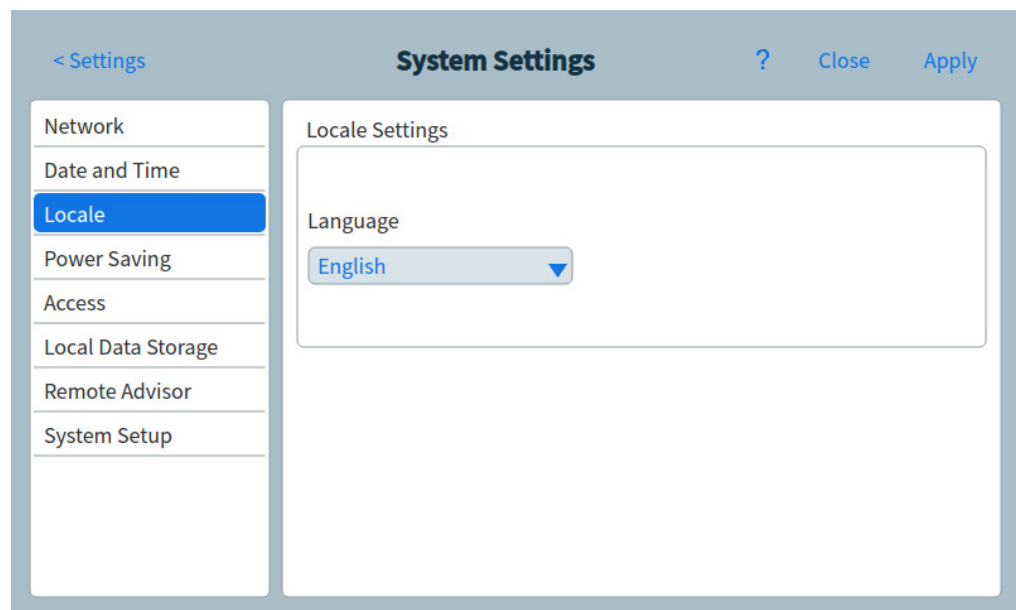

Figure 43 Page Paramètres régionaux
- 1 À partir de la page Paramètres du système, appuyez sur le bouton de sélection de page **Paramètres régionaux**. La page Paramètres régionaux apparaît. Voir Figure 43.